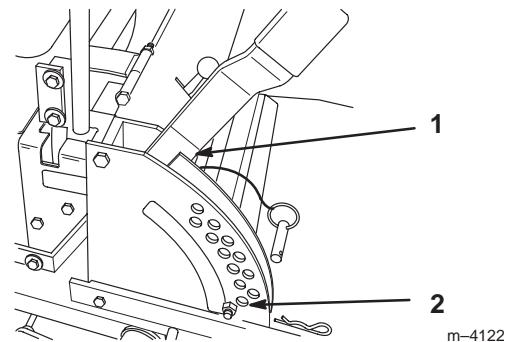
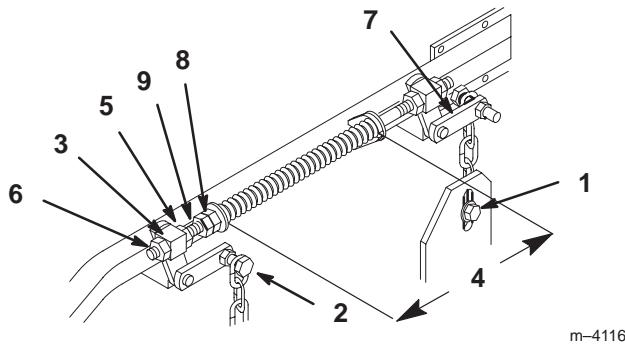

Figure 49
Figure 50
4. Relevez le plateau de coupe en position de transport (Fig. 49). Détendez les deux grands ressorts de levage du plateau en desserrant autant que possible l'écrou de blocage et l'écrou avant, devant chaque ressort (Fig. 50).
5. Placez 2 cales épaisses (35 mm [1-3/8"]) sous les bords inférieurs arrière gauche et droit de la tondeuse. Placez 1 cale (44 mm [1-3/4"]) sous le bord inférieur central avant de la tondeuse, pas sous les supports des galets de protection. Sélectionnez la hauteur de coupe de 38 mm (1-1/2") (Fig. 49).
6. Desserrez le boulon de chaîne inférieur dans la fente à l'arrière du plateau de coupe. Répétez la procédure de l'autre côté (Fig. 50).
7. Desserrez l'écrou de blocage avant et arrière de chaque côté du pivot avant. Continuez de desserrer jusqu'à ce que les chaînes avant soient desserrées et que le plateau repose sur les cales. Répétez la procédure de l'autre côté (Fig. 50).
8. Quand la visserie est desserrée, la tension encore présente dans les grands ressorts de soutien a tendance à faire tourner la poignée de levage du plateau de coupe vers le haut et à lui faire quitter la position de 38 mm (1-1/2"). Appuyez fermement sur le bras de support arrière du plateau pour ramener la poignée de levage à cette position (Fig. 50).
9. Tout en continuant d'appuyer sur le bras de support arrière du plateau de coupe, tendez la chaîne arrière et serrez la visserie inférieure (Fig. 50). Vous pouvez maintenant relâcher le bras de support arrière. Répétez la procédure de l'autre côté.
- 14.** Déplacez le levier de relevage du plateau de coupe à la position de transport (Fig. 49).
- 15.** Réglez les ressorts de compression en tournant les écrous avant de façon à obtenir un espace de 260 mm (10-1/4") entre les deux grandes rondelles, puis serrez l'écrou de blocage (Fig. 50).